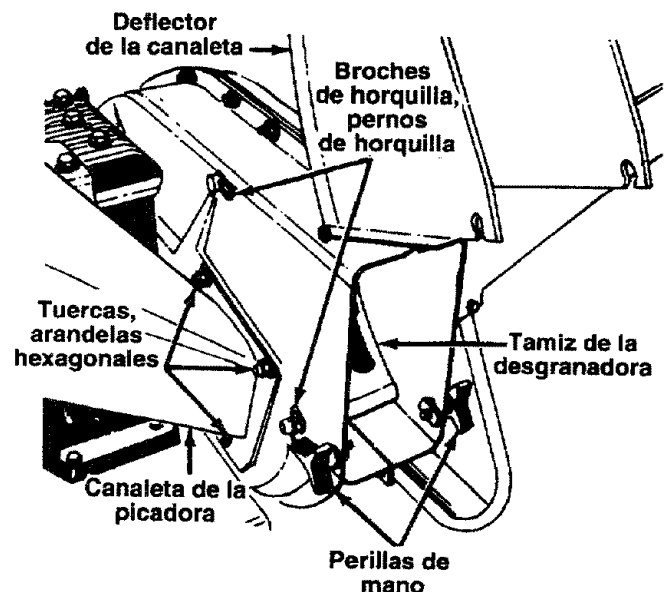

FIGURA 17.
- Saque dos broches de horquilla de los pernos de horquilla los cuales se extienden a través de la cubierta. Quite los pernos de horquilla. Levante el tamiz de la desgranadora desde el interior de la cubierta. Vea la figura 17.
**NOTA:** Asegúrese de rearmar el tamiz de la desgranadora con el lado curvo hacia abajo como se muestra en la figura 17.
- Quite la canaleta de la picadora sacando tres tuercas y arandelas hexagonales. Se requiere una llave de 1/2". Vea la figura 17.